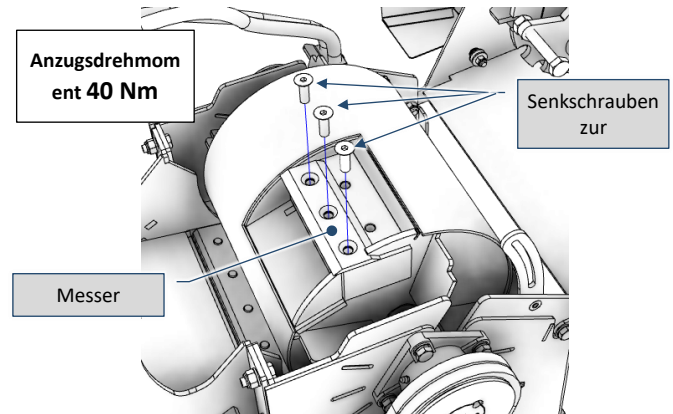

Abb. 9-29 – Detail der Senkschrauben zur Messerbefestigung
- 4) Entfernen Sie mit dem passenden Innensechskantschlüssel die drei Senkkopfschrauben zur Befestigung des Messers auf dem Trägerblock (Fig. 9-29);
- 6) Setzen Sie das Messer wieder in die Trommel ein und ziehen Sie die drei Senkkopfschrauben mit einem – **Anzugsdrehmoment von 40 Nm fest** (Fig. 9-29);